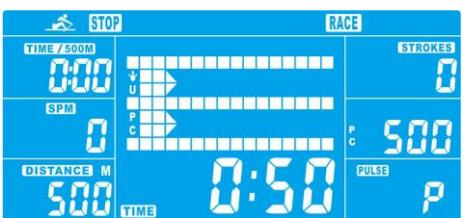

Figure14
7.4 Quand une fonction atteint la valeur cible, le système s'arrête. L'ordinateur ou l'utilisateur affichera la valeur finale (figure 14). Le système émettra un bi-bi-bi-bi d'alarme. Appuyer sur n'importe quelle touche pour arrêter l'alarme.